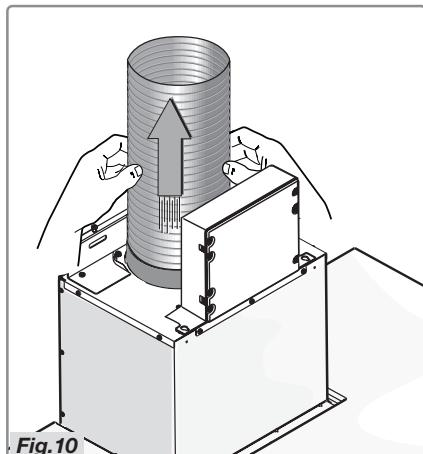

Fig. 10
- Raccordez la bride au système d'évacuation d'air avec un tuyau (Fig.10).